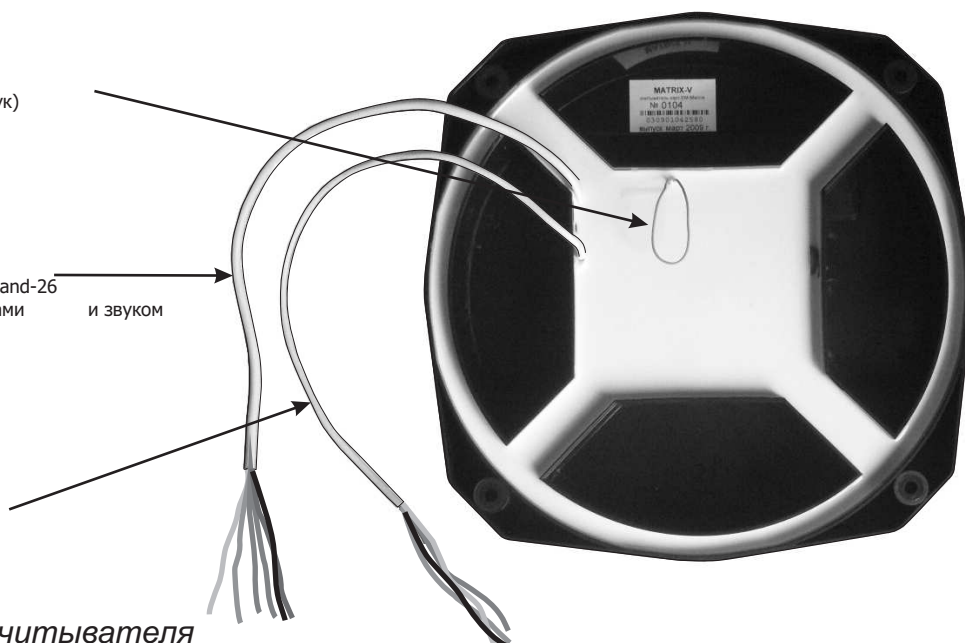

Рис.2 Общий вид считывателя
- подсоедините провода в соответствии с рис. 2, 3, 4;